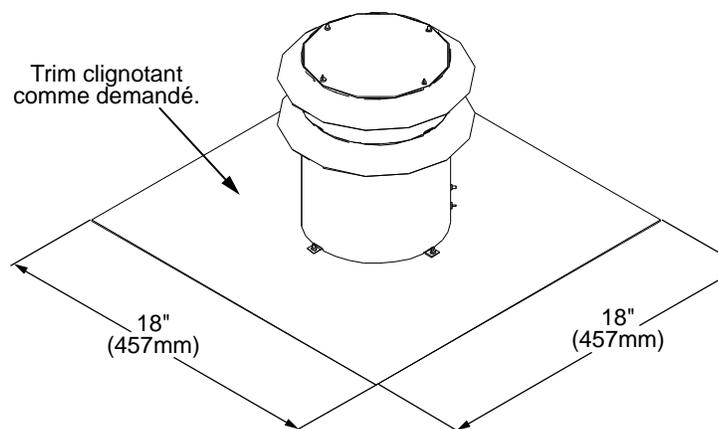
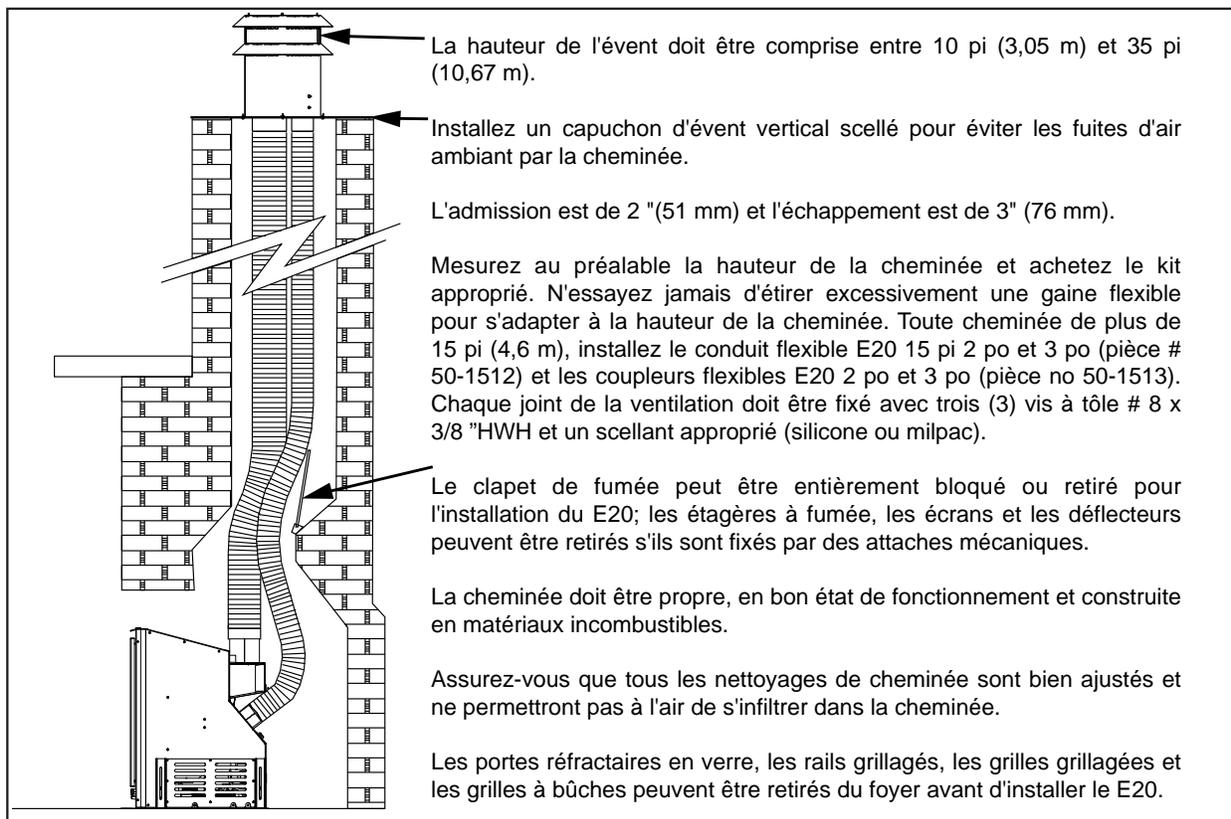

Figure 28: Dimensions du Bouchon Vertical de Conduit
Figure 30: Installation de E20.
1. Planifiez votre installation et les dégagements aux matériaux combustibles. Le E20 peut être installé et ventilé dans tout foyer à combustible solide qui a été installé en conformité avec les nationaux, provinciaux / d'État et des codes de construction locaux et a été fabriqué avec des matériaux non combustibles. Voyez Installation Initiale - Préparation de Votre E20 pour l'Installation et DÉGAGEMENT DES COMBUSTIBLES. Voyez Figure 30 tout au long de l'installation.
**Note:** Pour une cheminée de plus de 15'(4.6 m), installer le E20 15' 2" et 3" Flex Vent (partie # 50-1512) et la E20 2" et 3" Flex Coupleurs (partie # 50-1513). Appliquer un cordon de mastic sur le coupleur (Mill Pac-Black mastic pour la Ø3"(76mm) et de silicone à haute température pour le Ø2" (51mm)) Glissez au fin de la réunion du flex, le coupleur et fixer chaque joint en place avec trois (3) vis à tôle à travers le flex et dans le coupleur.
4. Le bouchon vertical de conduit peut être installé sur les cheminées avec des ouvertures de combustion jusqu'à 16" (406mm) x 16" (406mm) et le réel clignotant est de 18" x 18" (voyez figure 28). Si la cheminée est inférieure au plafond devrait être coupé vers le bas et repliés sur.
5. Appliquer un cordon de Mill Pac-Noire étanchéité sur la partie supérieure de la Ø3" (76mm) plaque de ventilation collier. Faites glisser le Ø3" (76mm) de ventilation flexible sur la buse et le fixer avec trois (3) vis à tôle régulièrement espacées.
6. Placer un cordon de silicone à haute température sur le col d'admission de la cheminée, faites glisser le ligne d'admission flex de Ø2" (51mm) sur le col, la doublure sécurisé Flex avec trois (3) vis à tôle régulièrement espacées.